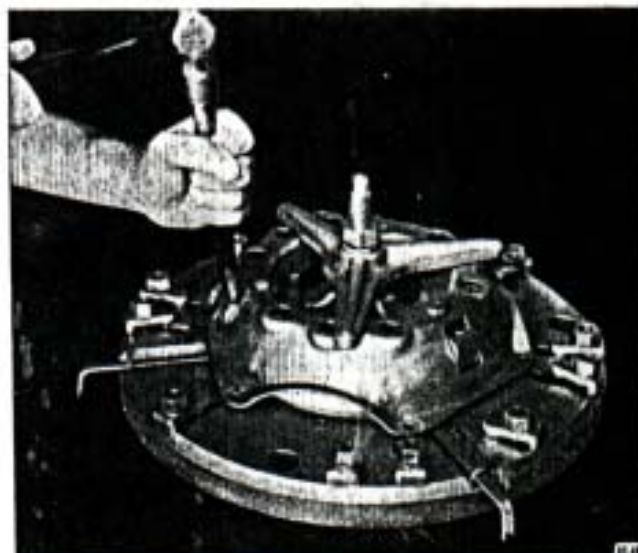

Fig. 20. — Marcando placa y cubierta con un punto; e instalación para el desarme con la herramienta HS-64.
- 2') Montar el suplemento de tres puntas (Figura 19, N° 1), de manera que sus puntas queden entre las tuercas de ajuste. Colocar la arandela plana y la tuerca en el perno roscado de la herramienta especial (Fig. 20).
- 3') Con un punto de marcar hacer un punto en un bloque saliente de la placa de presión y frente a ese punto hacer otro sobre la cubierta del embrague, para rearmar esas piezas en la misma posición dado que el conjunto está balanceado estática y dinámicamente (Fig. 20).